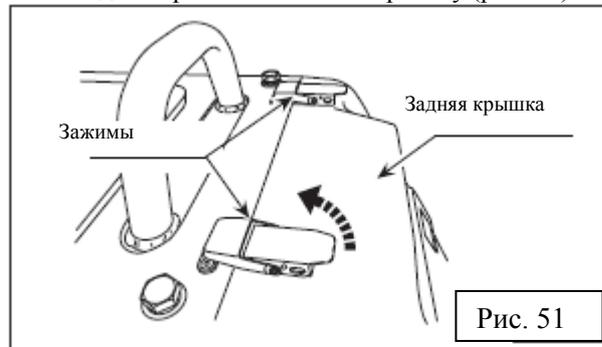

Рис. 51
1. Снимите зажимы по обеим сторонам сверху задней крышки. Снимите крышку (рис. 51).